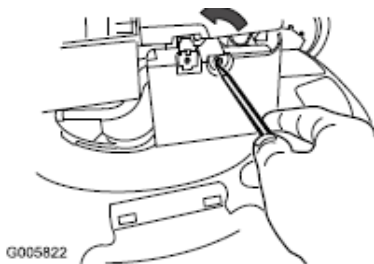

Figure 19
1. Przy pomocy śrubokrętu otworzyć pokrywę filtra (Fig. 19).